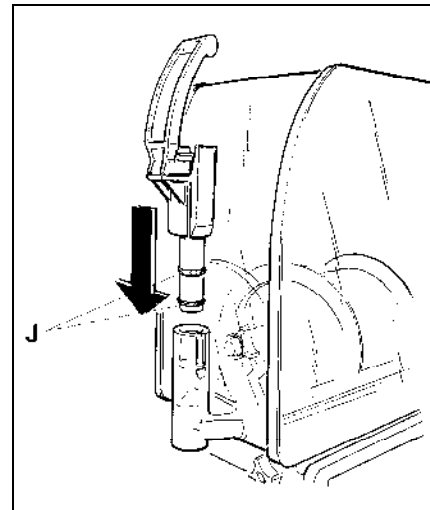

Fig. 24
- Remonter le robinet en ayant soin de lubrifier à la vaseline les joints J pour aider le robinet à glisser dans son emplacement jusqu'à sa complète introduction (voir Fig. 24).